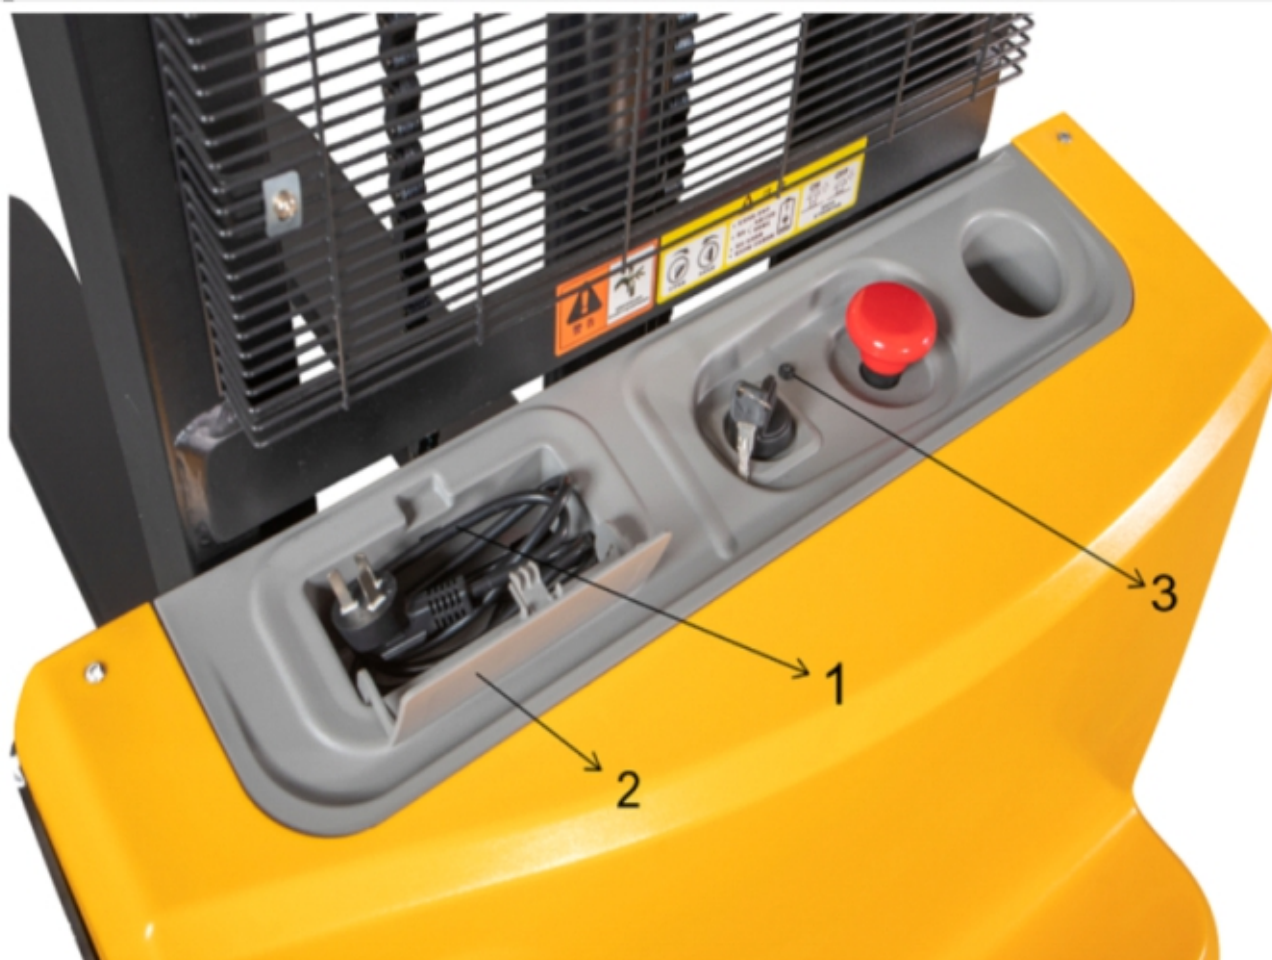

Рисунок 13. Зарядка АКБ штабелера
- Откройте крышку (2) отсека и вытащите вилку зарядного устройства (1), затем вставьте ее в подходящую розетку (Рисунок 13, стр. 25).
- Заряжайте аккумулятор до тех пор, пока индикатор зарядки (3) не начнет гореть зеленым светом.